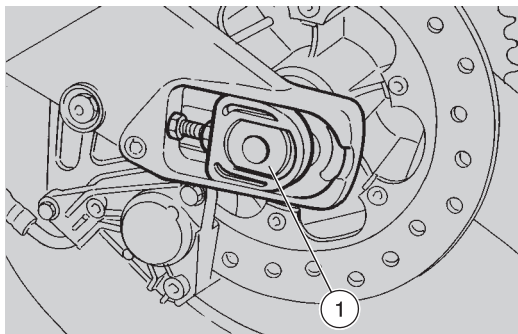

Fig. 37
- enlever l'axe (1 - Fig. 37);
- insérer le pivot (1 - Fig. 37);